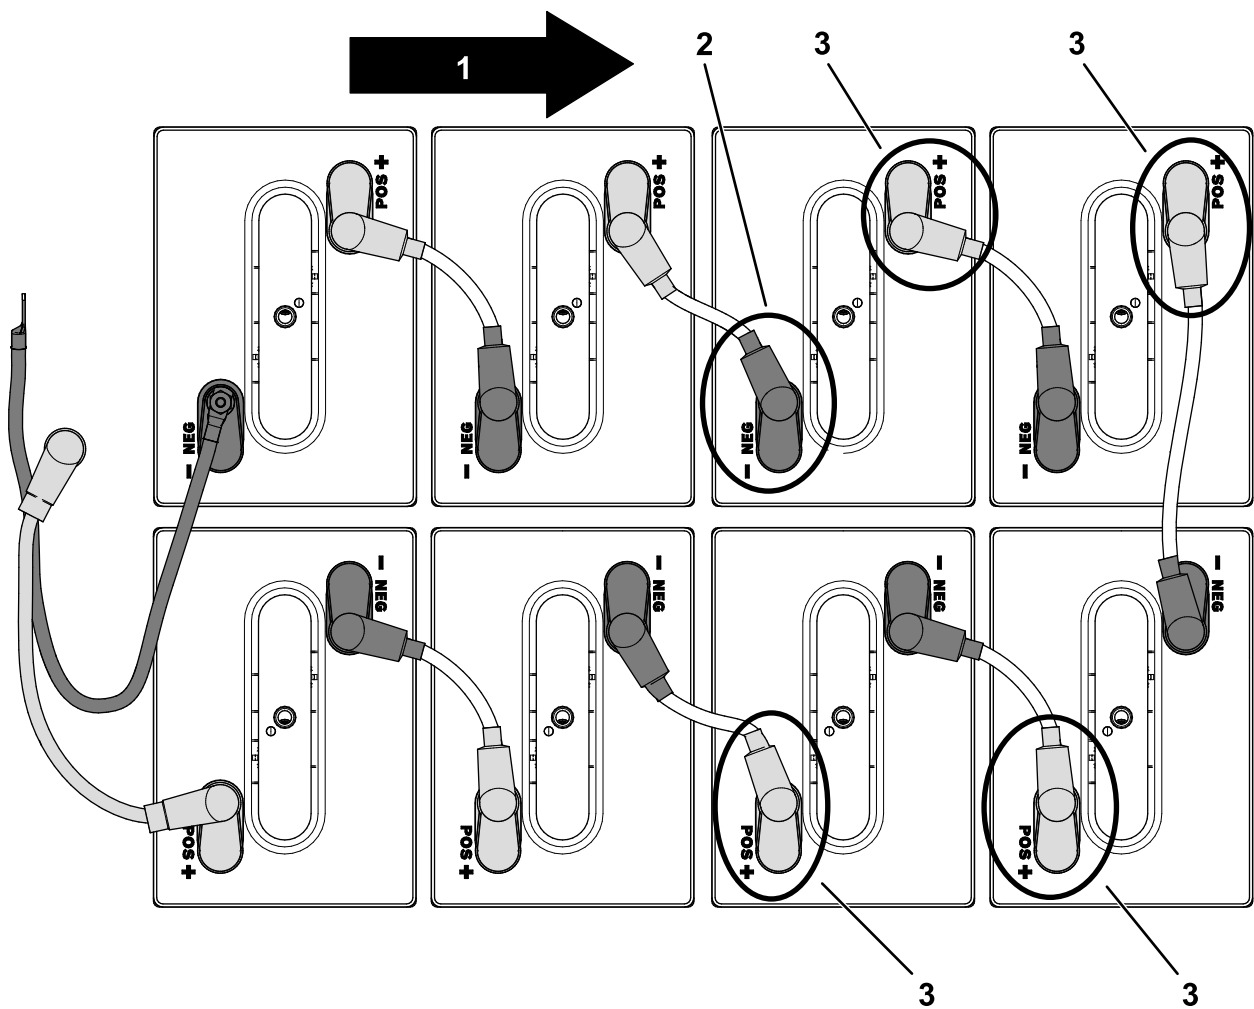

Figura 58
3. Desconecte el terminal positivo (+) de las 4 baterías delanteras en la bandeja de baterías delantera (Figura 58).
4. Desconecte el terminal negativo (-), según se muestra en Figura 58.
5. Retire las 4 baterías delanteras (Figura 58).